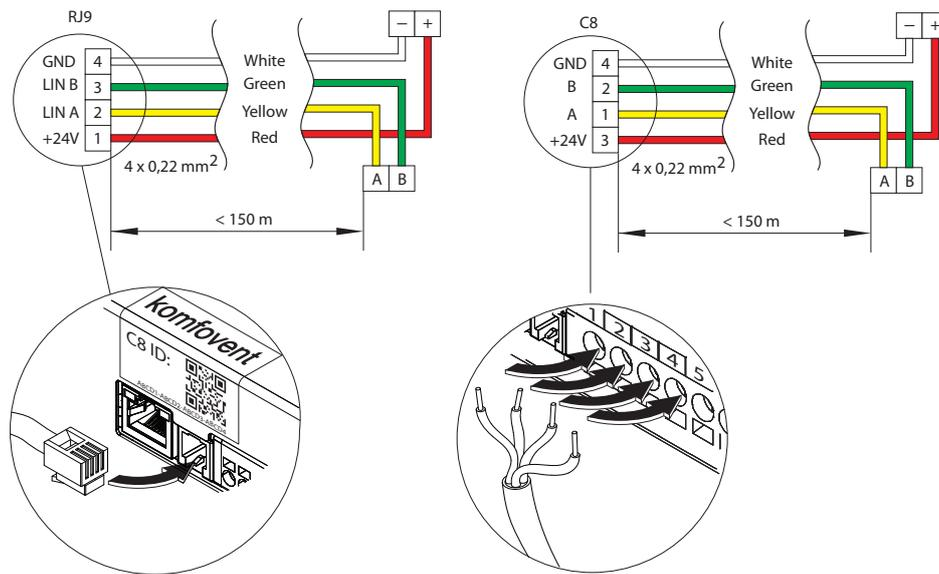

Abb. 14. Anschlussplan für das Bedienfeld
- Bedienfeld (siehe Abb. 14).
Das Anschlusskabel des Bedienpanels wird an der C8 Steuerung angeschlossen, wie in Abb. 14 dargestellt. Eine Ausnahme bildet das Gerät R-200-V, bei dem das Anschlusskabel bei Bedarf auch an einen externen RJ10-Anschluss angeschlossen werden kann.